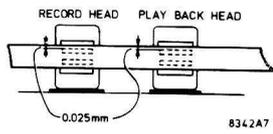

Fig. 12
c. Réglage de la hauteur (Fig. 12)